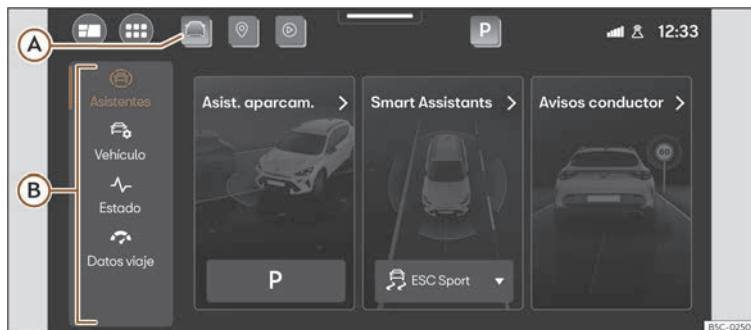

Fig. 13 Representación esquemática: Asistentes y ajustes del vehículo.
Pulsando sobre  >>> **fig. 13 (A)**, o bien, en el menú principal sobre  **Vehículo**, se abre el menú de los asistentes y ajustes del vehículo. A continuación, pulsando sobre alguno de los menús situados en la zona izquierda **(B)**, se muestra en pantalla el menú de ajustes o de asistentes seleccionado.